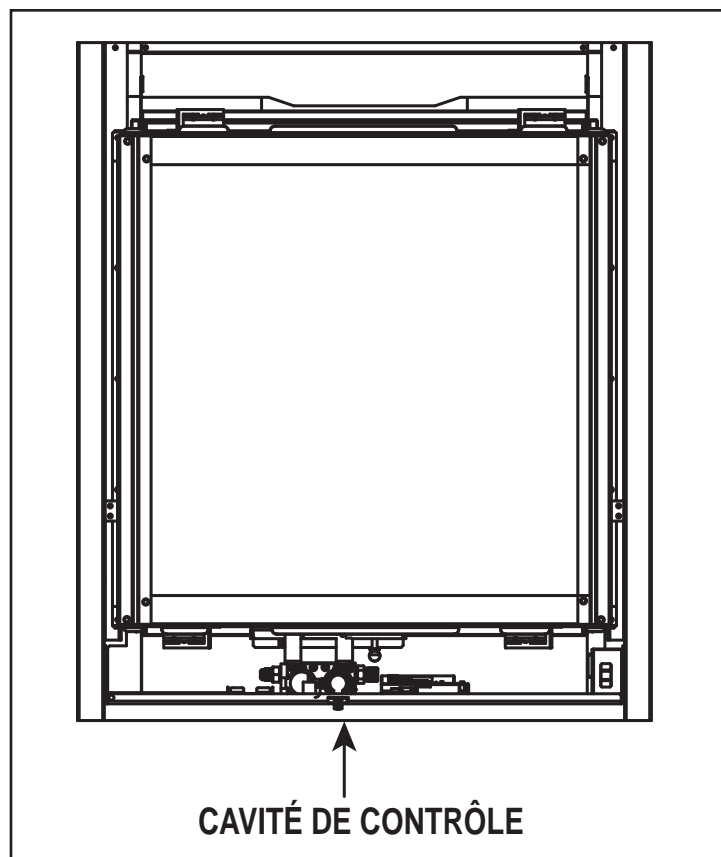

Figure 3.3. Emplacement de la cavité de contrôle
Le système d'amorçage par veilleuse à allumage intermittent IntelliFire Plus possède un système de piles d'appoints permettant le fonctionnement sans électricité. Le système offre une transition facile de l'alimentation c.a. de la maison vers les piles de secours. Le bloc-pile installé en usine est situé dans la cavité du contrôle de l'appareil. Voir la figure 3.3. La longévité et la performance des piles seront affectées par une exposition à long terme aux températures de service de cet appareil.
1. Accédez à la cavité du contrôle de l'appareil. Voir la figure 3.3. pour l'emplacement. La façade décorative ou la porte pourraient devoir être enlevées. Voir la section 4.B pour l'information sur le retrait de la façade décorative.
Les piles de secours sont situées dans la cavité du contrôle de l'appareil. Voir la figure 3.3. Un schéma complet du câblage est inclus dans la section traitant de l'électricité, dans le manuel d'installation.